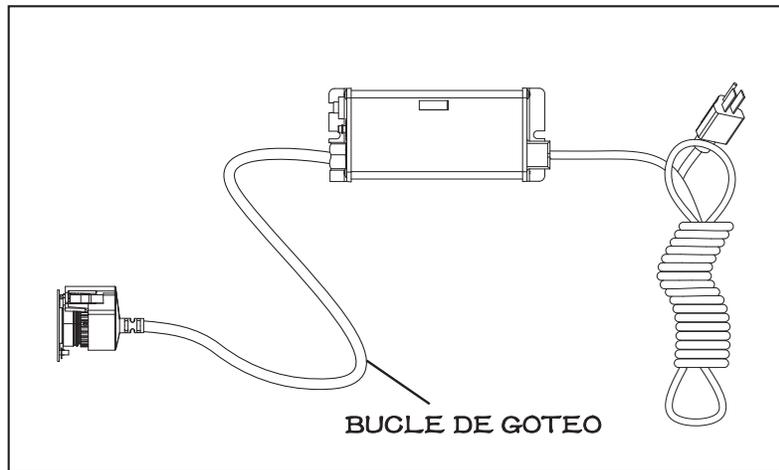

Figura 5 Bucle de goteo
- El controlador se debe montar encima o al lado de la cámara. Siempre monte el controlador horizontalmente para evitar que la humedad se filtre por la canalización de los cables y provoque un peligro de incendio. Es muy recomendable usar bucles de goteo en los cables conectados al controlador. Consulte Figura 5.
4. Monte el controlador VIQUA ICE de forma horizontal a la pared, cerca de la cámara. Lo ideal sería colocar el controlador sobre la cámara y lejos de cualquier punto de conexión de agua para evitar que se vierta agua en el controlador por medio de fugas en un punto de conexión o un sistema de "transpiración". Asegúrese de permitir un "bucle de goteo", como se muestra en la Figura 5, en la lámpara, el sensor y el cable de alimentación para evitar, de nuevo, que entre agua en el controlador.